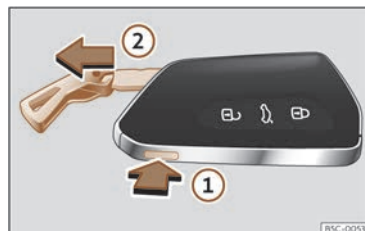

Fig. 65 Clé du véhicule : retirer le panneton.
- Appuyez sur le bouton >>> fig. 65 ① pour faire sortir l'anneau comme un porte-clés et pouvoir retirer le panneton ②. Si vous appuyez légèrement sur l'anneau, il restera fixe comme un porte-clés.
- Appuyez sur le bouton >>> fig. 65 ① pour déverrouiller. Maintenez le bouton enfoncé ① tout en tirant sur l'œillet dans le sens de la flèche >>> fig. 65 ② pour extraire entièrement le panneton.